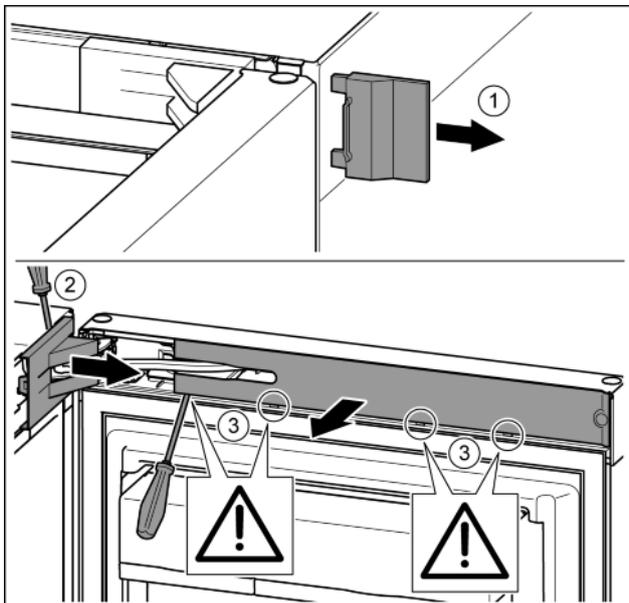

Fig. 8
- ▶ Снять внешнюю крышку. Fig. 8 (1)
- ▶ При помощи отвертки освободить от фиксаторов крышку опорного кронштейна и отсоединить. Снять крышку опорного кронштейна. Fig. 8 (2)
- ▶ Шлицевой отверткой вывести накладку из зацепления и отвести в сторону. Fig. 8 (3)